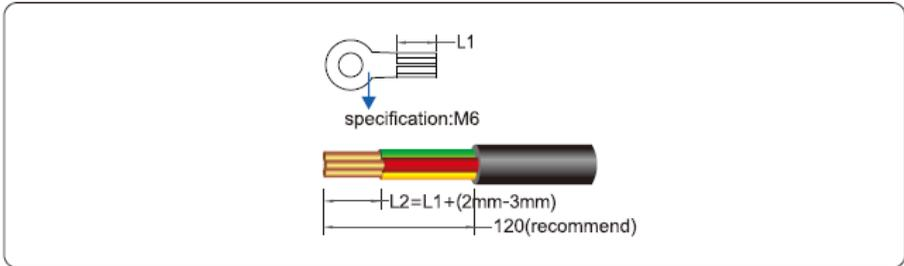

Figura 5.4 Segmento pelado (unidad: mm)
Paso 1 Retire una longitud adecuada del recubrimiento y la capa de aislamiento del cable de salida de CA, como se muestra en la figura 5.4.